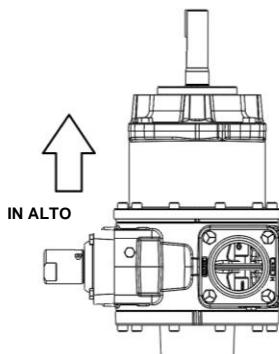

Figura 5 – Smontaggio
- 3) Rimuovere i quattro tappi a vite del copricuscinetto (28), il copricuscinetto (27) e l'o-ring del copricuscinetto (26). Smaltire l'o-ring.
- 4) Posizionare la pompa sulla testata, con l'albero a faccia in su. Vedere figura 5. Fornire adeguato sostegno per eliminare la possibilità di caduta durante lo smontaggio/assemblaggio.